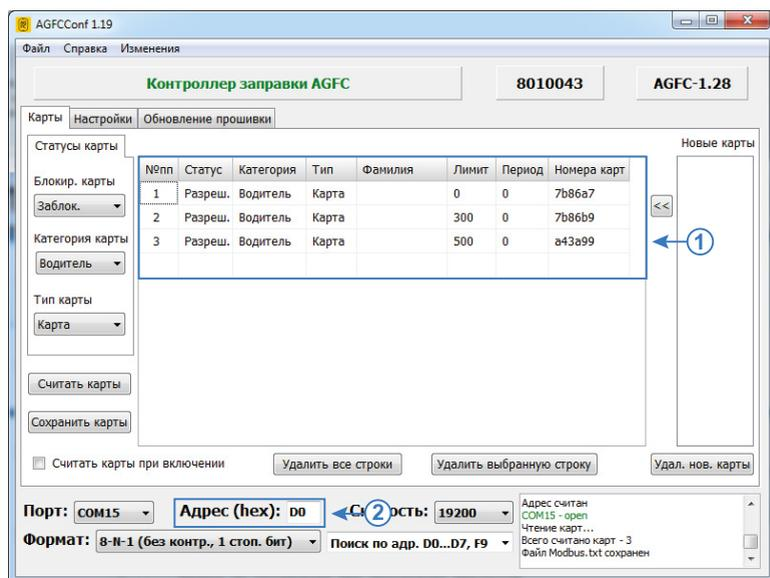

Рис.29. Формирование списка карт для передачи через сервер.
- в программе «AGFCConf» сформировать нужный список карт (Рис.29, п. 1);
- в поле «Адрес (hex)» в нижней части окна программы ввести сетевой адрес ТРК «AGFC», которому нужно передать файл (Рис.29, п.2). Стандартные адреса ТРК – D0-D7, адрес ТРК, работающего в режиме устройства ПОРТ-3 – F9;
- в поле «Адрес (hex)» в нижней части окна программы ввести сетевой адрес ТРК «AGFC», которому нужно передать настройки (Рис.29, п.2). Стандартные адреса ТРК – D0-D7, адрес ТРК, работающего в режиме устройства ПОРТ-3 – F9;